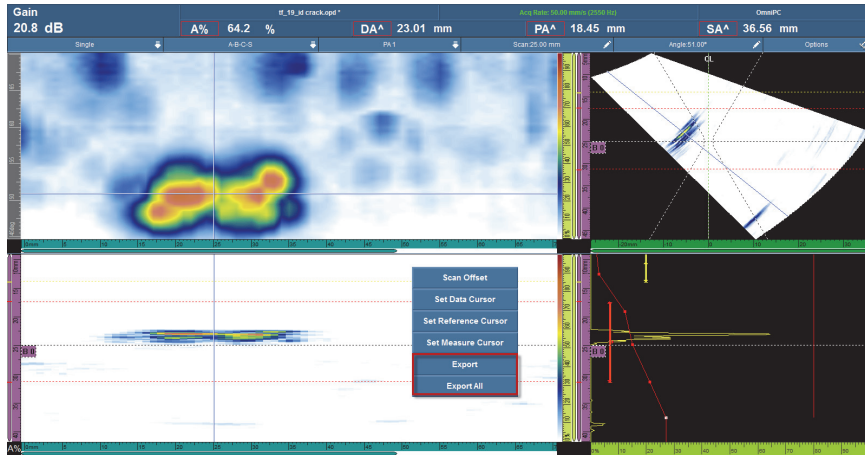

Figura 6-5 Função Exportar
1. Em OmniPC, clique com o botão direito no B-scan para abrir o menu de atalho. Dependendo do tipo de rastreamento, as opções **Exportar** ou **Exportar e Exportar tudo** aparecem como disponíveis (veja Figura 6-5 na página 179).